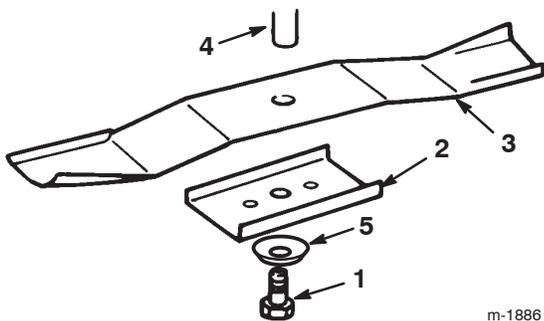

Figure 34
3. Enlevez le boulon (clé de 16 mm [5/8 pouce]), la rondelle bombée, le porte-lame et la lame (Fig. 34). Pour enlever le boulon, bloquez éventuellement la lame en introduisant une cale en bois entre la lame et le carter de tondeuse.
1. Montez chaque lame, le porte-lame, la rondelle bombée (face concave vers la lame) et le boulon de lame (Fig. 34).